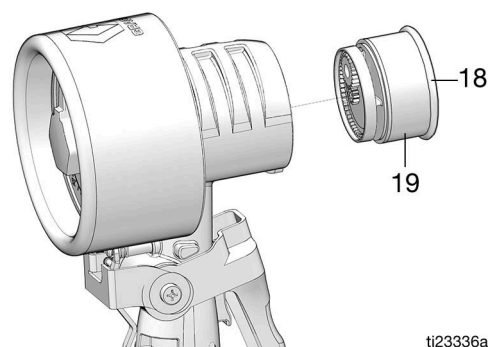

ABB. 12
5. Die Dichtung (18) und die Kolbenbaugruppe (19) entfernen (ABB. 12).
HINWEIS: Wenn die Kolbeneinheit festsetzt, zum Lösen das Gehäuse leicht gegen eine flache Oberfläche klopfen (ABB. 12).